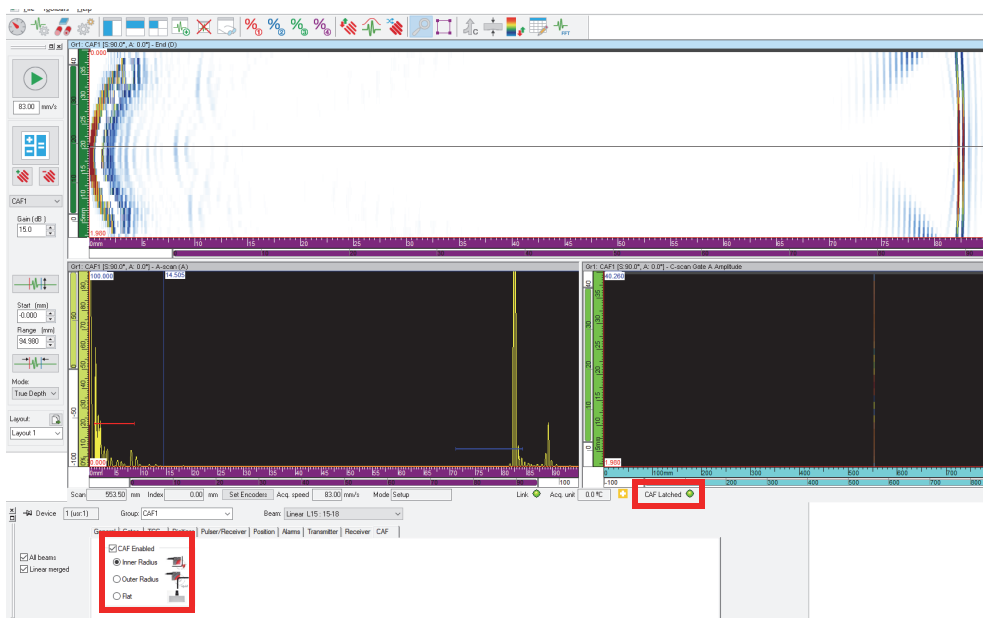

Рис. 4-60 Выбор и активация CAF
8. Во вкладке **CAF** (в **Настройки УЗ**) поставьте флажок **CAF Enabled** (Актив. CAF), затем выберите тип поверхности (Рис. 4-60 на стр. 160).